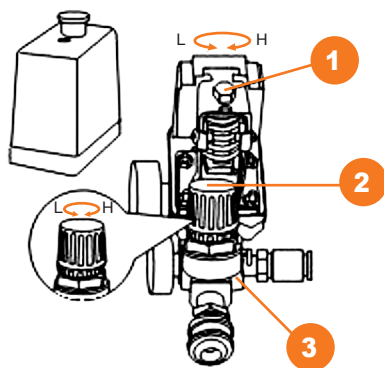

Рис. 3
- Номинальное давление установлено на заводе. Изменение этого значения должно быть проведено аккуратно при выключенном двигателе (Рис. 3).
- Выходное давление воздушного компрессора можно регулировать при помощи регулирующего клапана (Рис. 3).